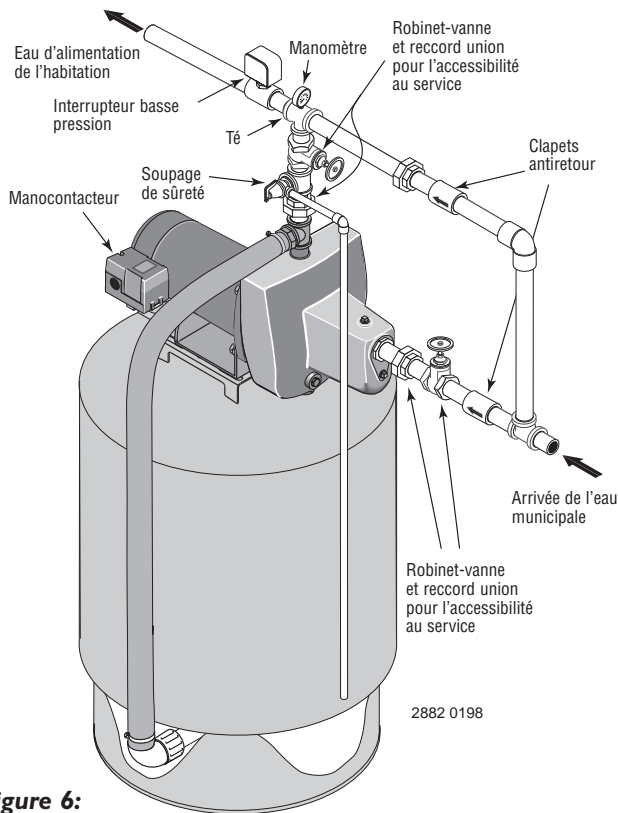

Figure 6:
2. Poser la tuyauterie comme il est illustré (Figures 6 et 7). Ne pas oublier de poser des raccords unions et des robinets d'arrêt de façon à pouvoir déposer le surpresseur pour le réparer sans avoir à interrompre l'alimentation en eau de l'habitation. Il est recommandé de poser un clapet antiretour à ressort avant le système de suppression et un interrupteur basse pression après le système de suppression (On désirera peut-être aussi remplacer le manocontacteur standard par un manocontacteur ayant une fonction de coupure basse pression.)